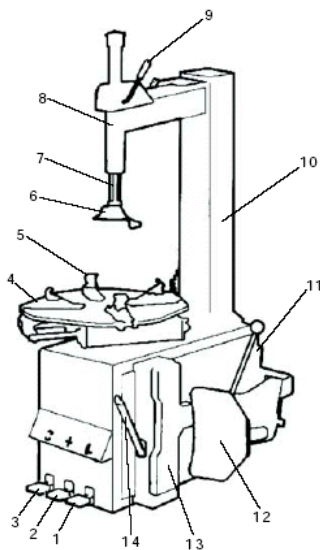

Рис. 2.
2. Нажать реверсивную педаль (3, рис. 2) вниз, поворотный стол должен вращаться по часовой стрелке. Поднять педаль вверх – поворотный стол должен вращаться против часовой стрелки.
3. Нажать педаль отжима борта (1, рис. 2) для включения отжимной лапы.
4. Проверить открытие/ закрытие зажимных лапок на поворотном столе посредством педали (2, рис. 2).
3. Ровно установить колесо на столе. (4, рис. 2).
Установить четыре зажима (5, рис. 2) согласно отметок на поворотном столе нажав педаль 2 (рис. 2) наполовину.
Установить колесо на четырех зажимах и нажать педаль 2, рис. 2 для их открытия, таким образом фиксируя колесо.
5. Опустить вал (7, рис. 2) с монтажной головкой (6, рис. 2) на покрышку. Зафиксировать вал в таком положении при помощи фиксатора (9, рис. 2).
7. Надеть борт покрышки поверх монтажной головки подняв вверх реверсивную педаль (3, рис. 2).
4. ВНИМАНИЕ!!! Если вы постоянно работаете с одним типоразмером дисков, нет необходимости постоянно менять положения монтажной лапы. Просто отодвигайте в сторону поворотную руку (8, рис. 2).